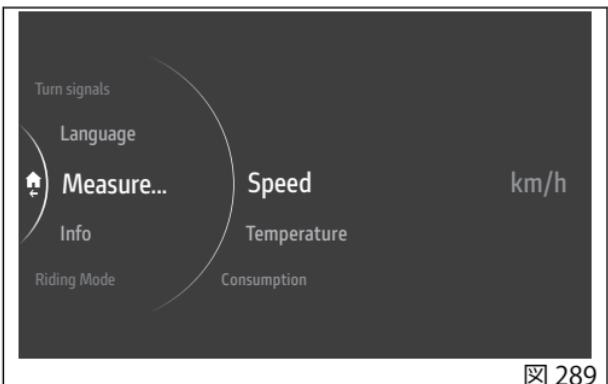

図 289
- 「Speed (速度)」を選択し、「ENTER」を押します (図 289)。